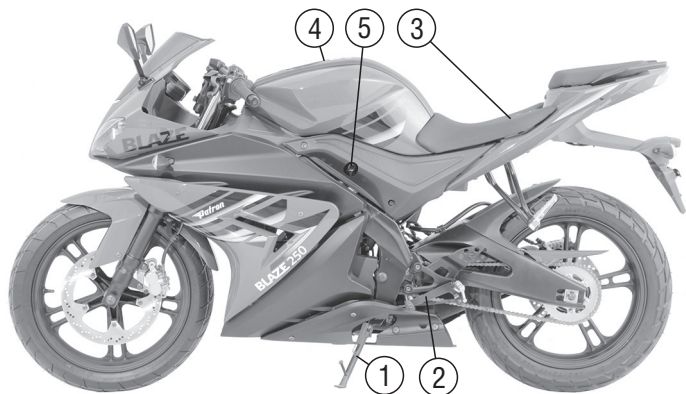

Рис. 2. Вид слева
**Топливный кран** (если установлен)\* (рис. 2, поз. 5; рис. 8) имеет три положения.
**Педаль переключения передач** (рис. 2, поз. 2) расположена рядом с левой подножкой водителя и сообщается с валом переключения передач двигателя посредством регулируемой тяги. В соответствии с международными стандартами нейтральное положение находится между первой и второй передачами. Включение первой передачи из нейтрального положения осуществляется нажатием на педаль носком ноги вниз. Включение второй, третьей, четвертой и пятой передач производится нажатием на педаль вверх. Переключение с высшей передачи на низшую осуществляется в противоположном направлении.
**Боковой упор** (рис. 2 поз. 1). Для того чтобы использовать боковой упор, отведите его ногой в сторону до конца. Перед запуском двигателя возвратите боковой упор в исходное положение.